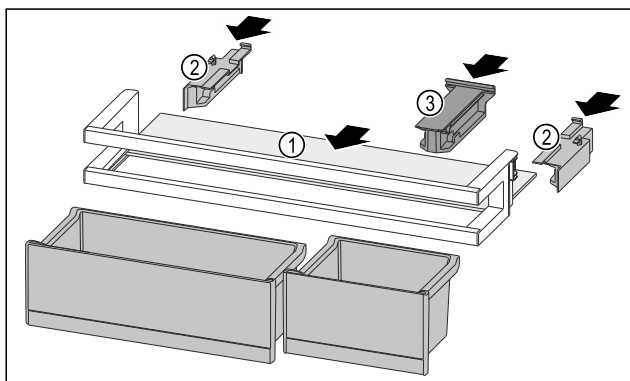

Fig. 119
- Odkládací plochu Fig. 119 (1) zasuňte do bočních vybrání.
- Boční díly Fig. 119 (2) vložte.
- Držák Fig. 119 (3) vložte.